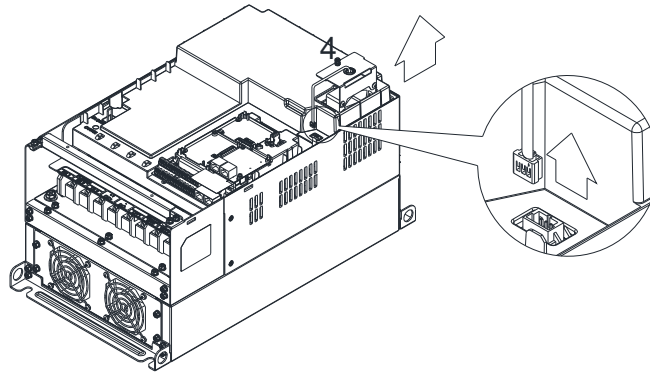

图 3
3. 松开螺丝 4 (如图 3), 并拆除风扇电源接头 (如图 3 局部放大图所示), 才可以取出风扇。